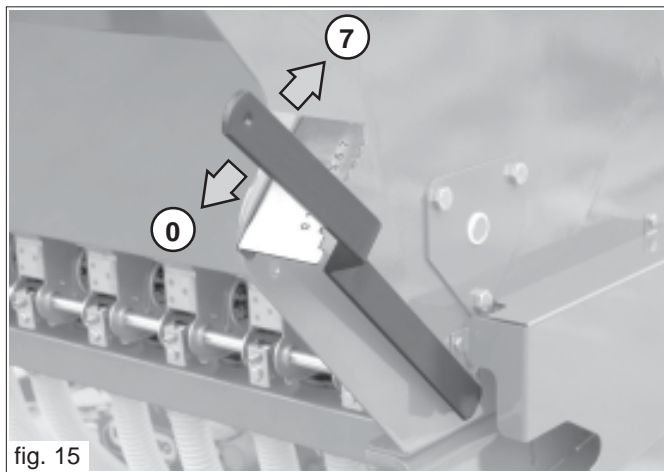
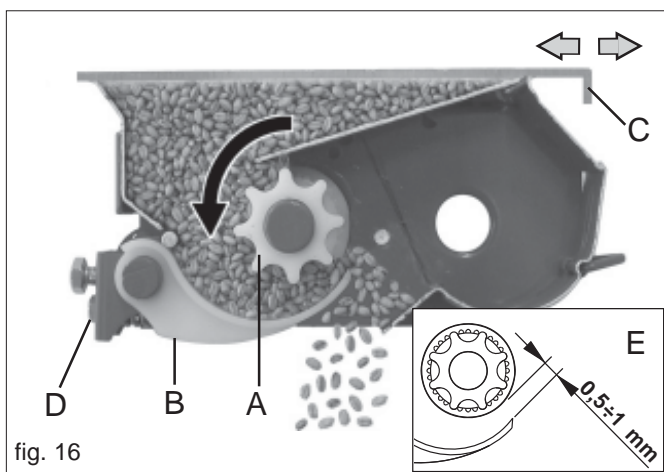

fig. 15
fig. 16
La palanca de regulación de los palpadores (Fig.15) está situada en el lado derecho de la máquina y trabaja en base a una escala graduada de 1 a 7 posiciones. De acuerdo al tipo de semilla utilizado, es necesario colocar la palanca según el número obtenido en la tabla de siembra. Coloque la palanca del fondo móvil (a la derecha de la tolva) en el índice de 7 posiciones (Fig.15): N.1, para semillas de pequeñas dimensiones (colza, alfalfa); N.3, para semillas de medianas dimensiones (trigo, cebada, etc.); N.7, para semillas de grandes dimensiones (guisantes, soja, etc.). Los palpadores (B Fig. 16) correctamente colocados aseguran una distribución fácil y constante de las semillas.
- 1) coloque la palanca (Fig. 15) en la posición «0»;
- 3) por medio del tornillo (D), regule la distancia entre el palpador y el rodillo distribuidor a 0,5 ÷ 1 mm (E Fig. 16).